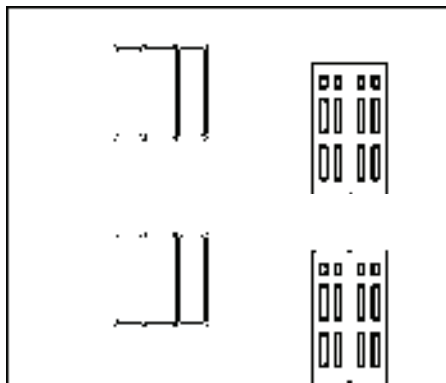

图 11-33 替换效果
10) 单击窗口中的“替换”按钮, 选择待替换的立面窗, 按〈Enter〉键, 即可完成替换, 结果如图 11-33 所示。